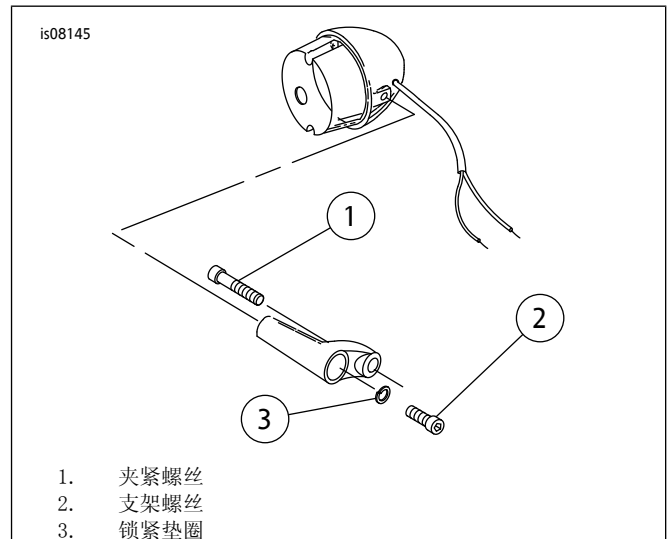

图1。在上部叉安装转向信号灯
- a. 参见图1。拆下将右转向信号灯组件固定至上部叉的叉管夹紧螺丝。丢弃螺丝。